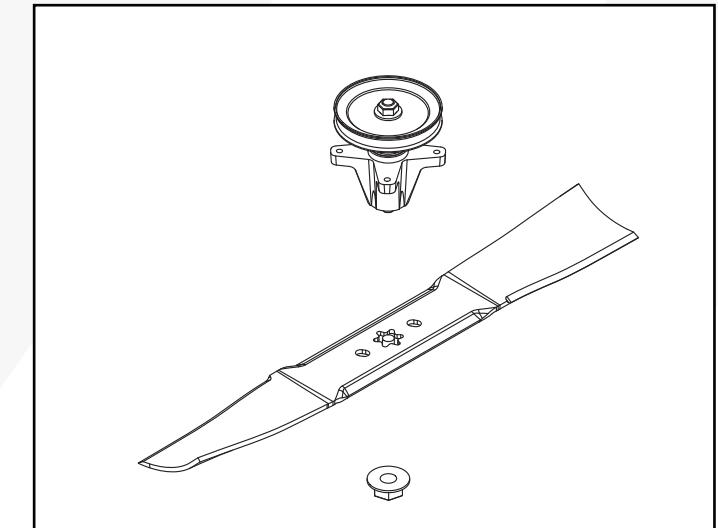

Fig. 33
5. Retire la tuerca de la cuchilla y la cuchilla. (Fig. 33)